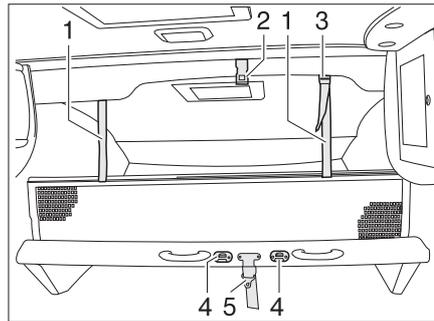

Bild 112 Hubbett manuell
- Das Hubbett mit dem Sicherungsgurt (Bild 112,5) am Dach (Bild 112,2) sichern.
- Die Aufstiegsleiter mit den beiden Bügeln in die Krampen (Bild 112,4) am Hubbett einhängen.
- Die Haltebänder (Bild 112,1) in die Halterungen an der Decke (Bild 112,2) einrasten.